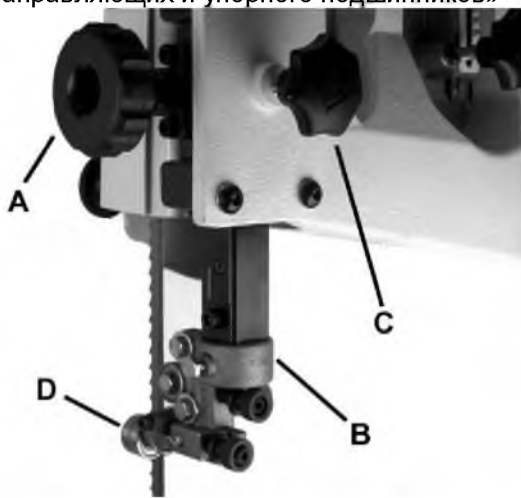

Рисунок 10.
2. Ослабьте фиксатор (С, Рис. 10) и поднимите или опустите узел верхней направляющей полотна (В, Рис. 10) путем поворота ручки (А, Рис. 10), чтобы настроить его чуть выше уровня обрабатываемой заготовки.
3. Затяните фиксатор. Убедитесь, что направляющие подшипники (D, Рис. 10) выровнены относительно пильной лентой. Если требуется их настройка, ознакомьтесь с разделом «Настройка верхних направляющих и упорного подшипников»